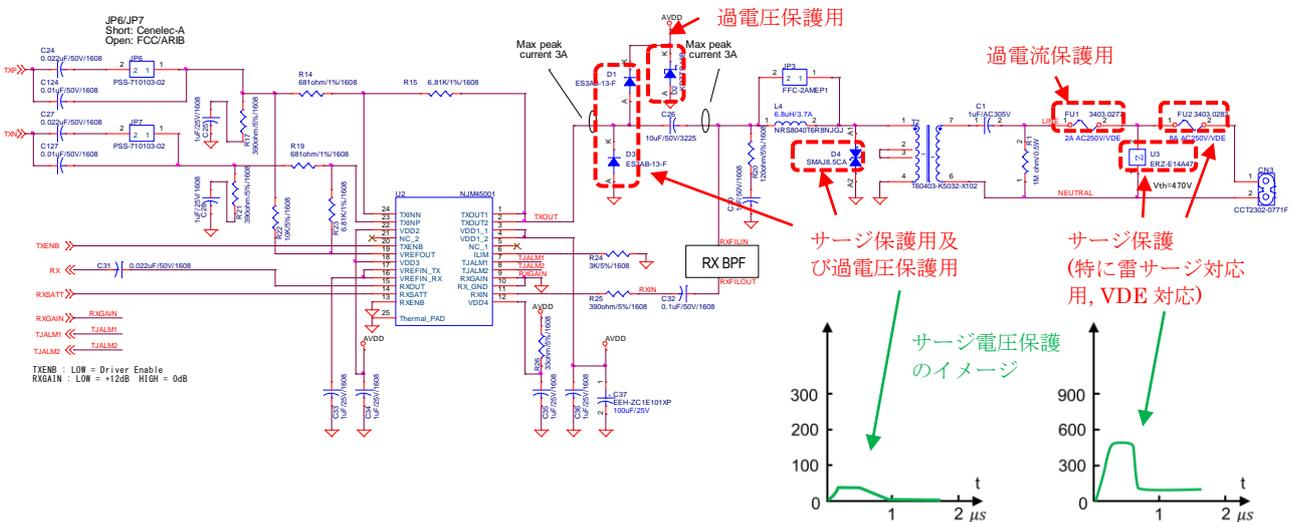

Figure 3-2 PLC ボードに搭載される保護回路の接続例 (CE marking 対応)
- PLC ボードに搭載される CE marking 対応の保護回路の接続例を Figure 3-2 に示します。